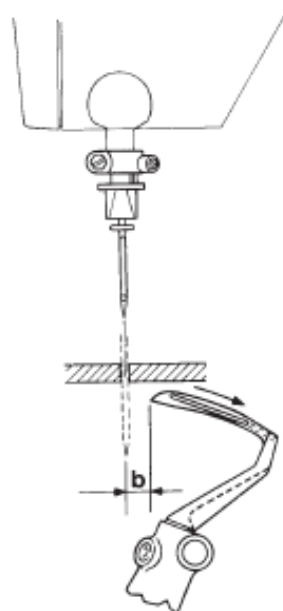
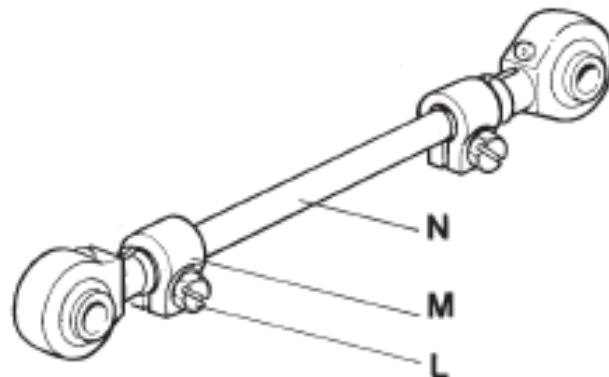

FIG. 4
FIG. 5
- A. To obtain dimension “b” (Fig. 4) move the looper to the extreme right, slacken screw L (Fig. 5) of clip M and operate on the N rod of the master connection rod (Fig.5) until the dimension prescribed in the phase instructions is obtained.
- A. Para obtener dimensión “b” (Fig. 4) mueva el engazador a la extrema derecha, afloje el tornillo L (Fig. 5) del sujetador M y mueva la varilla N (Fig. 5) hasta conseguir la dimensión determinada en las instrucciones de fase.